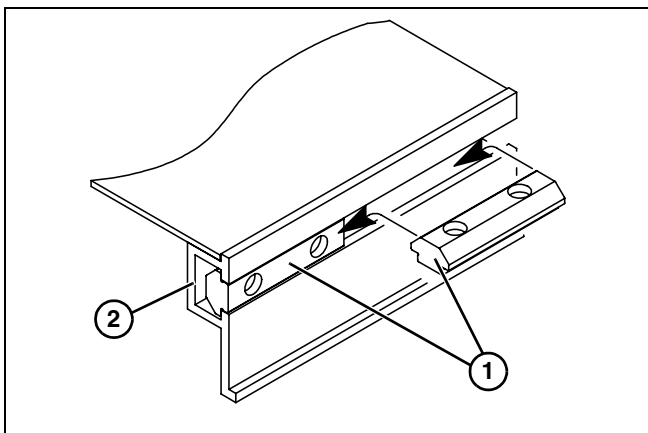

Figure 18
1. Alle T-Stangen (**Figure 18, item 1**) in den T-Schlitz (**Figure 18, item 2**) des Rahmens des Förderers durch Rollen in die richtige Position, wie abgebildet, einfügen.